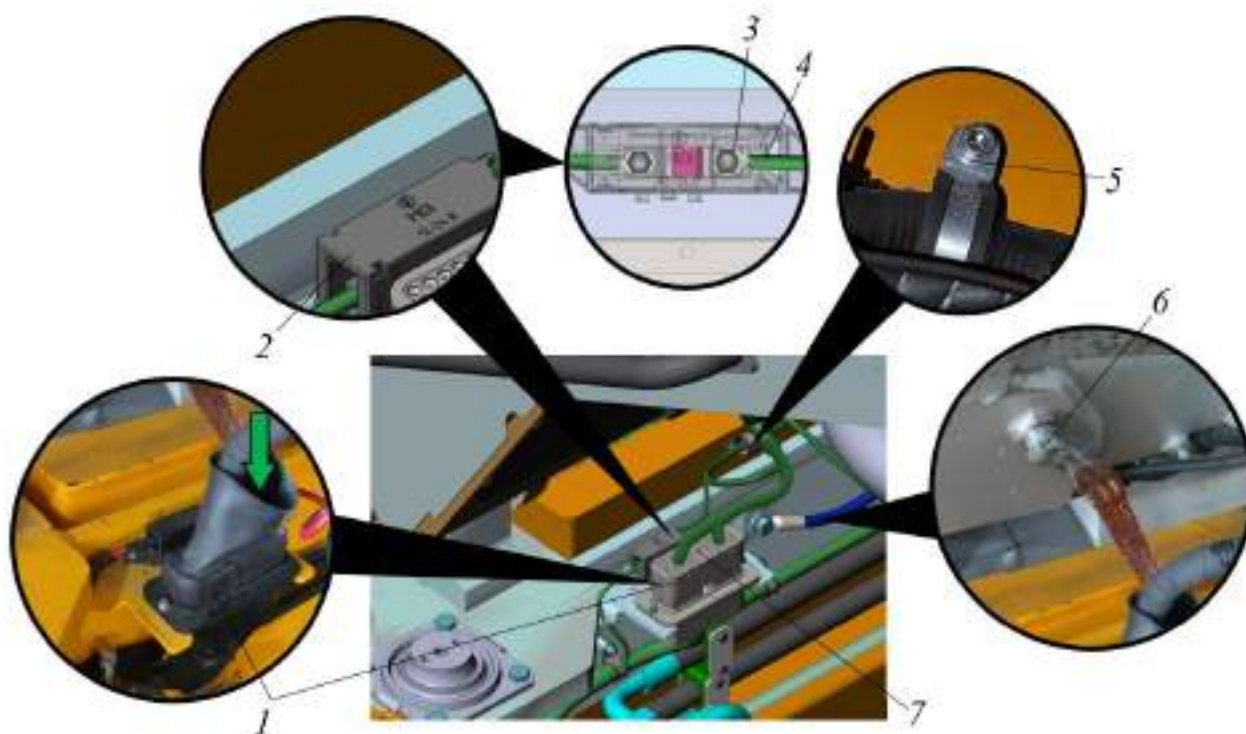
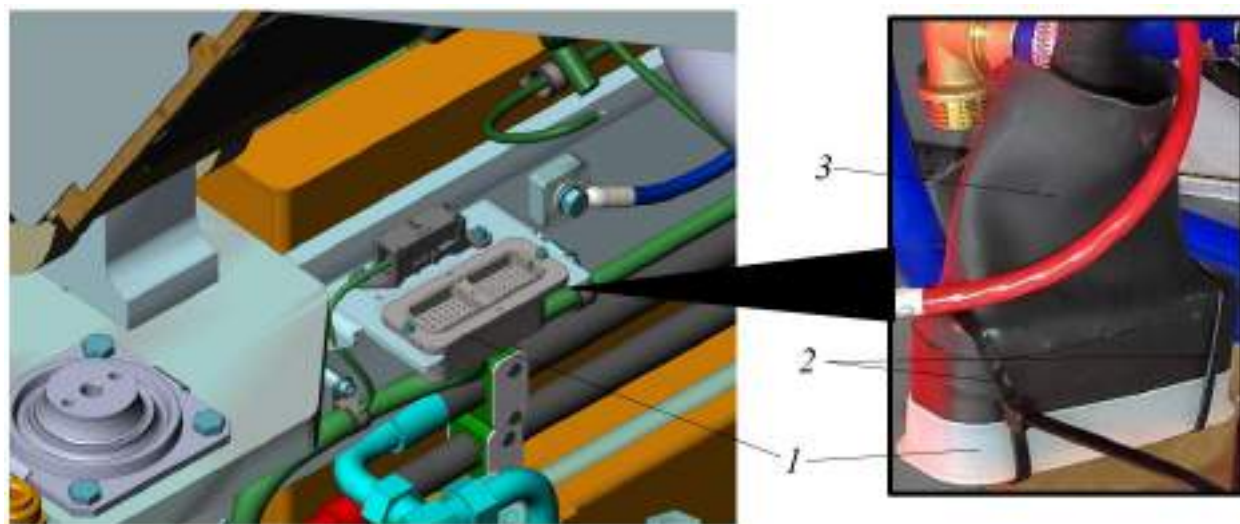

Рисунок 5.33. Точки подключения электрооборудования кабины
Рисунок 5.34. Установка защитного чехла на разъем кабины
Точки подключения быстроразъемных соединений системы отопления кабины размещена под кабиной справа, см. рис. 5.33. Для их отключения необходимо:
- ▶ Повернуть муфту 1 (примерно на $\frac{1}{4}$ оборота) до совмещения паза 2 на муфте с шариком 3, см. рис. 5.33. Не меняя положения муфты переместить муфту 1 в направлении стрелки (вниз).
- ▶ Шестигранным  на 4 выкрутить винт разъема кабины 7, см. рис. 5.33. Доступ к винту 7 реализован через пыльник разъема (см. показано стрелкой). Снять разъем кабины 1.
- На ответную часть электрического разъема кабины 1 (размещен на раме) из комплекта ЗИП установить защитный чехол разъема 3, см. рис. 5.34. Защитный чехол 3 закрепить при помощи пластиковых стяжек 2 или изоленты.
- ▶ С правой стороны кабины подключить трубопроводы отопителя кабины, см. рис. 5.33. Снять защитный чехол рис. 5.34. Подключить электрический разъем кабины, подключить кабель к силовому предохранителю. Закрепить на кабине кабель массы. Жгут кабины зафиксировать при помощи хомутов Руббер, см. рис. 5.33.